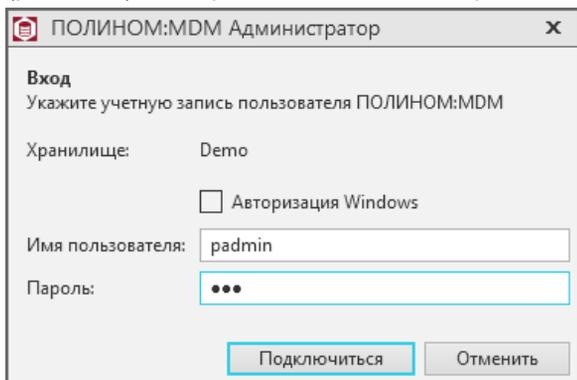

Рис. 4.51
2. Подключитесь к хранилищу, нажав кнопку **Подключиться** в верхней части окна (рис. 4.50). В открывшемся окне выберите способ авторизации (рис. 4.51).